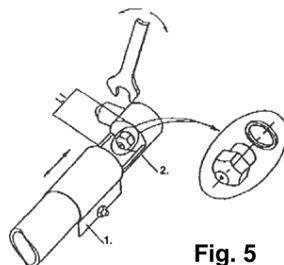

Fig. 5
- Aprire la valvola d'aria al massimo, spostando l'anello di regolazione (**fig. 5, pos. 1**).
- Svitare l'ugello dell'iniettore (**fig. 5, pos. 2**) con la chiave numero dieci.